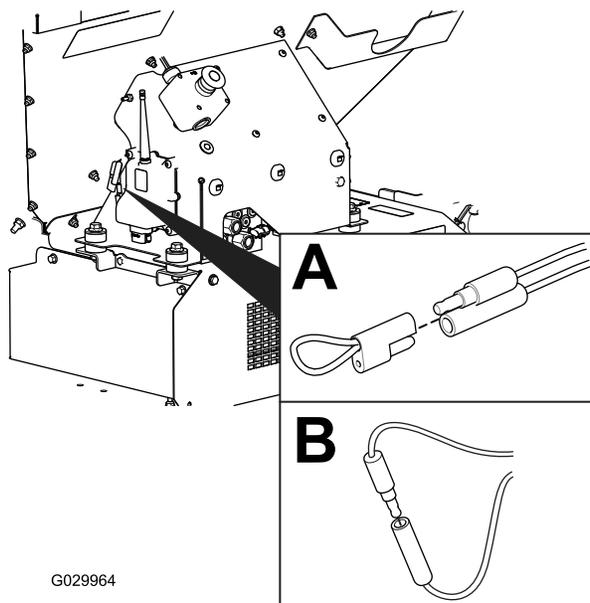

图59
2. 拉掉两个并联的诊断接头（图59，A）上系的盖子。
3. 将并联的诊断接头连接在一起（图59，B）。
2. 断开并联的诊断接头（图59，B）。
3. 将盖子按入两个并联的诊断接头（图59，A）。